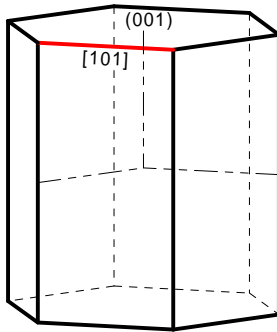
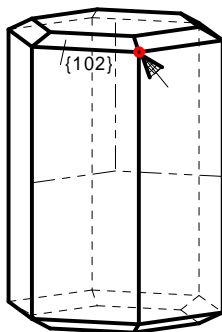
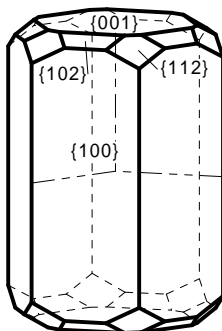

Bild 1
Bild 2
Bild 3
2. Kristallelemente zuweisen: Öffnen Sie dazu den Dialog in der MENÜLEISTE über KRISTALLELEMENTE/AUSDATEI. Wählen Sie im Auswahlfenster SYSTEM mit einem Doppelklick auf die linke Maustaste das hexagonale System aus. Aus der nun geöffneten AUSWAHLBOX übernehmen Sie mit einem Doppelklick auf BERYLL die Kristallelemente in das Dialogfenster. Mit dem Dialogabschluss durch *ABHAKEN* werden die Kristallelemente dem Beispiel im Arbeitsspeicher zugewiesen (Bild1).
3. Habitus bestimmen: Aktualisieren Sie in der oberen Symbolleiste das BEARBEITUNGSMENÜ über die Taste TRACHT/HABITUS. Führen Sie den Mauscursor in die Fläche (001). Aktivieren Sie nun mit einem Doppelklick auf die linke Maustaste die Kristallform {001}. Verändern Sie durch ggf. wiederholten Tastendruck auf *BILD↑* bzw. *Bild↓* den Wert in der Eingabezeile T auf 300.
4. Tracht kombinieren: Mit dem Mauscursor auf der roten Kante [101] und einem Doppelklick auf die linke Maustaste ermitteln Sie die Indizes der Kristallform {101} und stellen diese Indizes so auch in die Eingabezeilen {hkl}T. Diese Form liegt nun genau auf der Kante [101] und ist daher nicht sichtbar. Verändern Sie in der Eingabezeile {hkl} die Form in {102} und übernehmen die Form mit *EINFÜGEN* in die Formenliste. Verändern Sie nun nach Augenschein mit den +/- Tasten die „Größe“ der Form {102} gemäß Bild2. Ermitteln Sie jetzt die nächste Kristallform {112} mit dem Cursor auf der im Bild2 markierten roten Ecke und einem Doppelklick auf die linke Maustaste. Auch diese Form ist zunächst nicht sichtbar, da sie genau auf der markierten Ecke liegt. Mit *EINFÜGEN* im BEARBEITUNGSMENÜ übernehmen Sie diese Form in die Formenliste. Verändern Sie die „Größe“ mit der gedrückten rechten Maustaste und einer Cursorbewegung auf den Kristallkörper zu nach Augenschein gemäß Bild3.